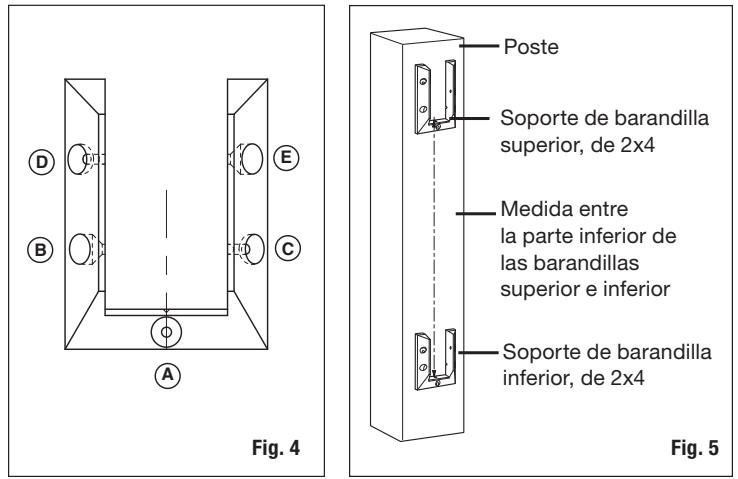

Fig. 4
- Coloca el soporte de barandilla inferior en el poste y alinea la marca indicadora del centro en el soporte con la marca en el poste. Inserta y sujeta un tornillo de 2 plg a través del orificio para tornillo A (Fig. 4) y dentro del poste.
- Coloca el soporte de barandilla inferior en el poste de la cerca y alinea la marca indicadora del centro en el soporte con la marca en el poste. Inserta y sujeta un tornillo de 2 plg a través del orificio para tornillo A (Fig. 4) y dentro del poste de cerca. Repite los pasos en el siguiente poste de cerca para los soportes inferior y superior.